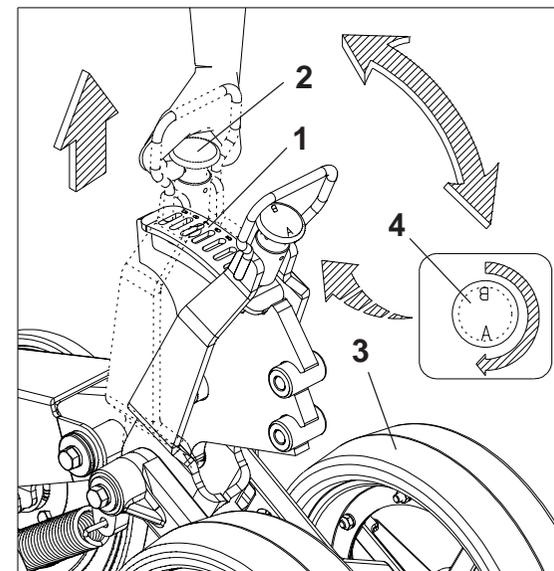

FIGURA 97
### REGULAGEM RODA DE PROFUNDIDADE OSCILANTE ( FIGURA 97 ) - SPA MEGA FLEX 4000 / 4500 / 5000 / 5500
1 - Puxe o pino de trava (1) através do manípulo (2) e desloque a roda (3) até o orifício da profundidade desejada e solte o manípulo (2) travando-o, conforme mostra a figura 97.